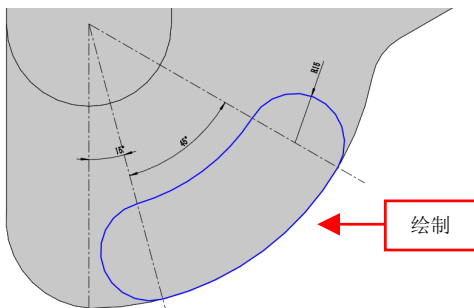

图 14-42 绘制草图对象
(8) 在【草图】选项卡中,单击【草图绘制】按钮,选择模型的表面为草图绘制平面,进入草图绘制环境,单击相应的按钮,绘制草图对象,如图 14-42 所示。